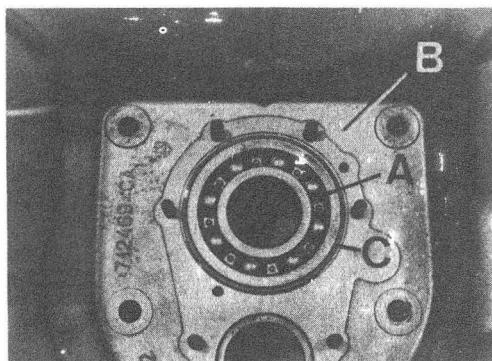

Fig. C1-88 Cárter de embrague
1.2. Extraer el rodamiento, A (Fig. C1-88 del cárter de embrague, B, y desmontarle el anillo elástico, C.
2.2. Montar el rodamiento, A (Fig. C1-88) sobre el cárter, B, de embrague, de forma que el anillo elástico, C, haga tope sobre la cara frontal interna del cárter.